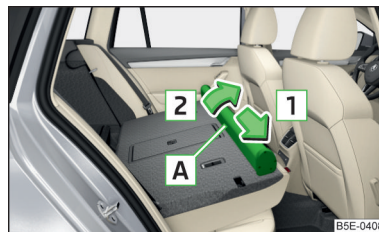

Fig. 119 Demontarea carcasei peretelui despărțitor din plasă
- Împingeți carcasa peretelui despărțitor din plasă **A** în sensul săgeții **1** și scoateți-o din prinderea spătarului banchetei din spate, în sensul săgeții **2** » fig. 119.
- Împingeți carcasa peretelui despărțitor în sens contrar săgeții **1** » fig. 119, până la capăt.